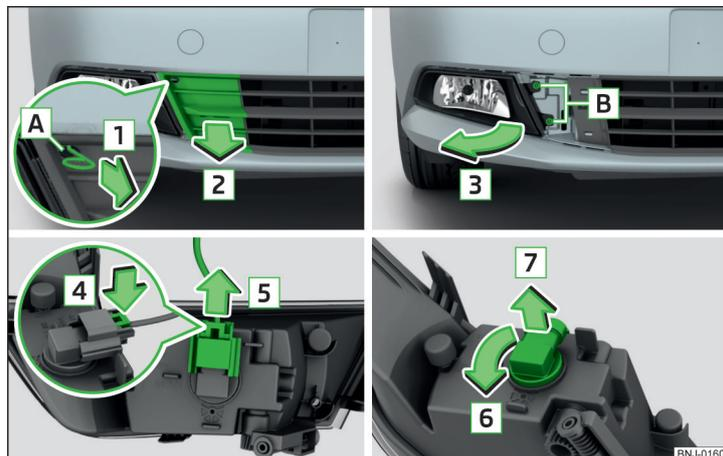

Abb. 215 Nebelscheinwerfer herausnehmen / Glühlampe für Nebelscheinwerfer wechseln
- Durch Ziehen am Haken in Pfeilrichtung **1** das Schutzgitter in Pfeilrichtung **2** abnehmen » Abb. 215.
- Die Verriegelung am Stecker in Pfeilrichtung **4** drücken » Abb. 215.
- › Den Nebelscheinwerfer entgegen der Pfeilrichtung **3** » Abb. 215 einsetzen und festschrauben.